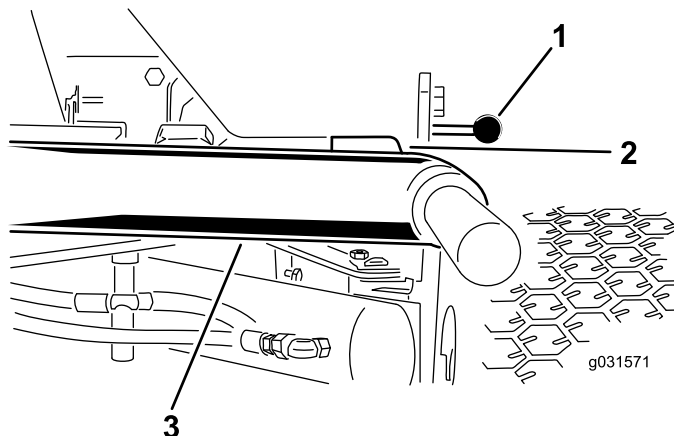

Figure 10
1. Démarrez le moteur, levez les unités de coupe et vérifiez qu'un espace de 5 à 8 mm sépare chaque bras de levage et le support de la plaque de plancher, comme montré à la Figure 10.